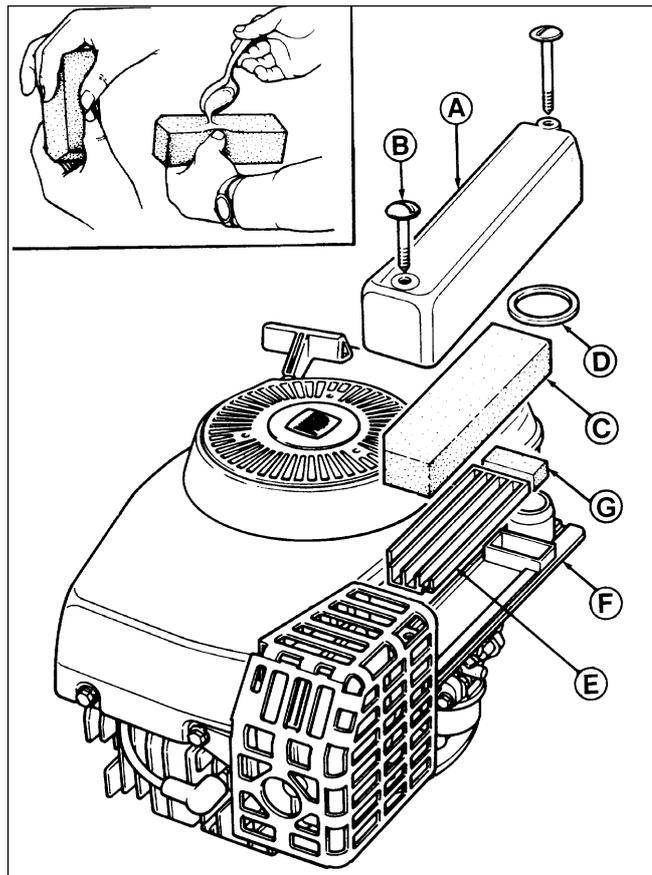

Fig. 14
1. Déposer le corps de filtre (fig. 14) en dévissant les deux vis (fig. 14B). ne pas retirer les vis du conteneur filtre.